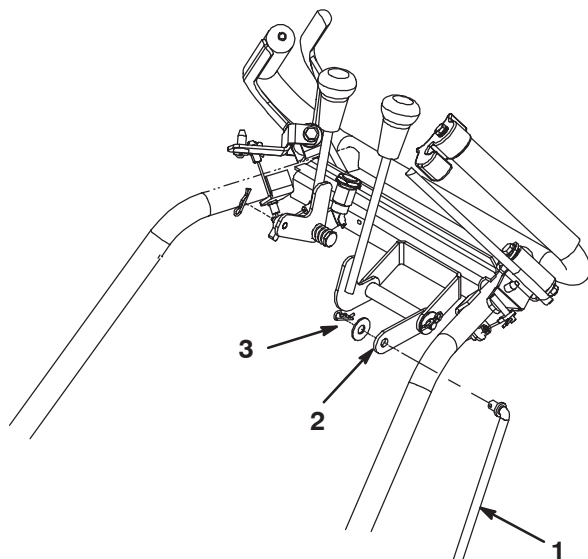

Figure 4
5. Insérez l'extrémité supérieure de la tige de changement de vitesse dans le trou de la tringlerie de changement de vitesse (Fig. 4). Fixez l'extrémité de la tige à la tringlerie avec la rondelle et la goupille fendue retirées précédemment.